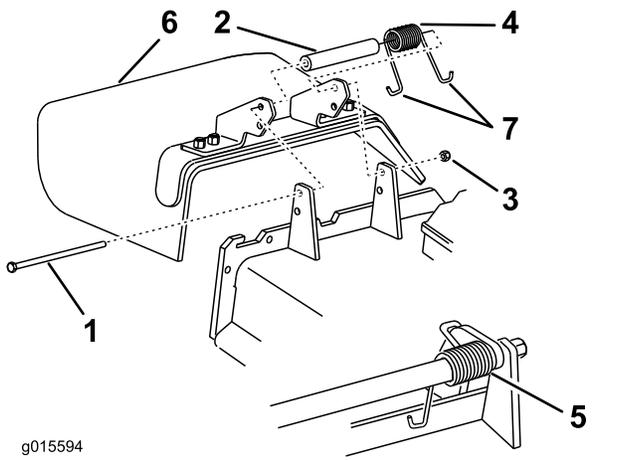

Figure 103
1. Retirez le contre-écrou, le boulon, le ressort et l'entretoise qui fixent le déflecteur aux supports de pivot (Figure 103).
Remarque: Prenez soin de placer une extrémité en **J** du ressort derrière le bord du tablier avant de mettre le boulon en place, comme montré à la Figure 103.
5. Accrochez une extrémité en **J** du ressort au déflecteur d'herbe (Figure 103).